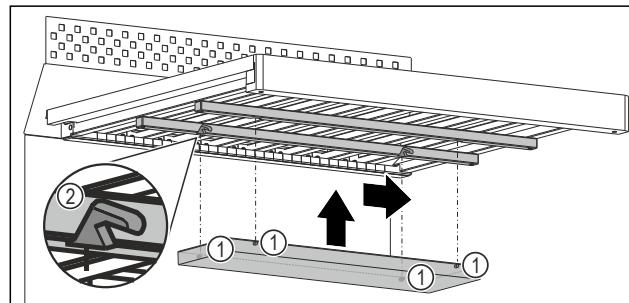

Fig. 97 Simbolična slika
- Vsak čep Fig. 97 (1) potisnite v ustrezeno odprtino Fig. 97 (2) na letvah pod leseno rešetko.